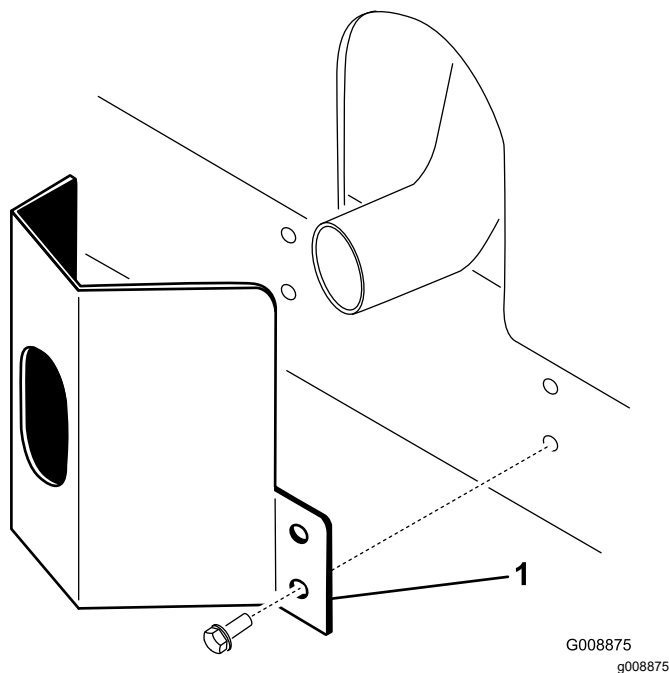

Figura 9
1. Coloque el protector del tubo de escape alrededor del silenciador, alineando los taladros de montaje con los del bastidor (Figura 9).
2. Fije el protector al bastidor con 4 tornillos autorroscantes (Figura 9).